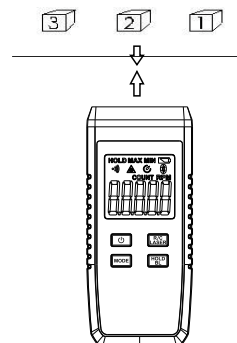
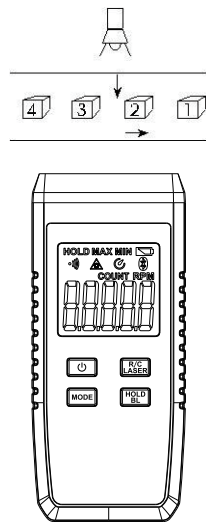

图4
图5
2. 计数测量COUNT(见图4、图5)
自行发光计数(见图4)
外部光源接收计数(见图5)